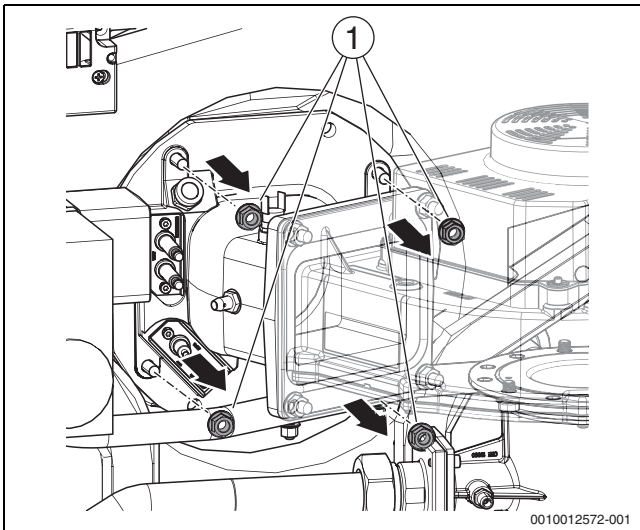
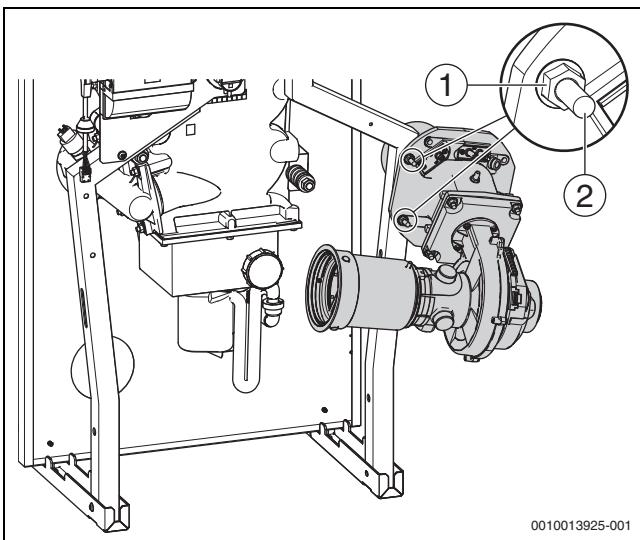

Рис. 46 Откручивание гаек на смесительном патрубке
Рис. 47 Горелка в положении для обслуживания (монтаж справа)
► Наденьте горелку фланцем на смонтированные на заводе винты (→рис. 47, [2]) и закрепите двумя ранее снятыми гайками (→рис. 46, [1]).